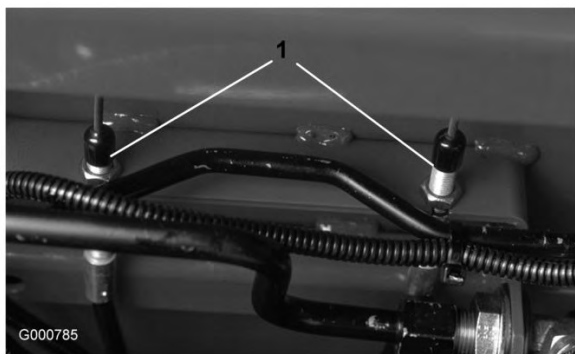

Bild 74
2. Lockern Sie zum Reduzieren des Spiels der Bremspedale die vordere Mutter am Gewindeende des Bremszugs (Bild 74). Ziehen Sie dann die hintere Mutter an, um den Zug nach hinten zu bewegen, bis die Bremspedale 1,25 bis 2,5 cm Spielraum haben. Ziehen Sie die vorderen Muttern fest, wenn die Bremsen einwandfrei eingestellt sind.